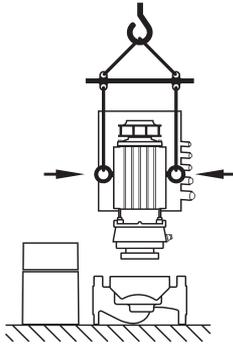

Fig. 9: Transporte do motor
- **Se necessário, p. ex., em caso de reparação, os olhais de transporte podem ser deslocados do flange para o corpo do motor (ver, p. ex., Fig. 9). Antes da instalação dos olhais de transporte no corpo do motor, desapertar os espaçadores das aberturas dos olhais de transporte (Fig. 7, pos. 20b) (ver capítulo 10.2.1 "Substituir o empanque mecânico" na página 186).**
- Se os olhais de transporte estiverem ou forem deslocados do flange do motor e montados no corpo do motor, estão apenas previstos para o suporte ou transporte do conjunto de encaixe (Fig. 9) e não para o transporte da bomba completa, nem para a separação do conjunto de encaixe do corpo da bomba.